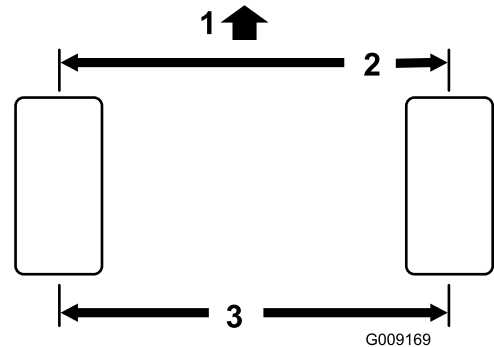

Bild 74
1. Messen Sie den Abstand vorne und hinten an den Lenkreifen Mitte-zu-Mitte (auf Achshöhe). Der vordere Wert darf höchstens um 3 mm geringer sein als der hintere (Bild 74).